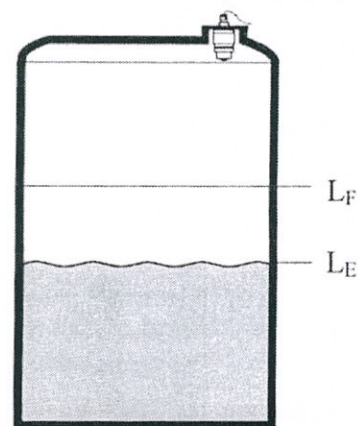

Рис. 2
7.4.1.3 При поверке с демонтажем уровнемера используют установку, имитирующую резервуар с жидкостью (рис. 2). Уровнемер закрепляют на кронштейне (или подставке), который можно перемещать вверх и вниз вдоль вертикальной стойки, выше резервуара. Уровень жидкости в резервуаре может задаваться и измеряться с помощью градуированной шкалы на стенке (цена деления 1 мм) или с помощью рулетки. При проведении измерений поверхность жидкости в резервуаре должна быть ровной/спокойной, перемещающее устройство в резервуаре (при его наличии) отключено. Заполнение/опорожнение резервуара не допускают.